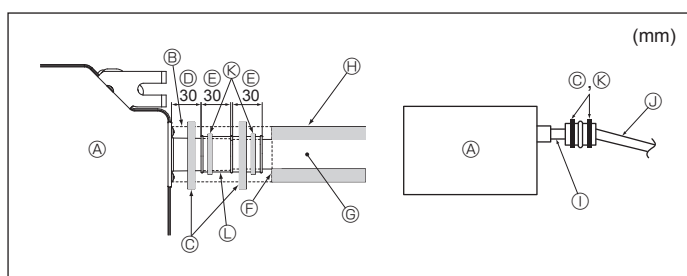

Fig. 6-2
- Συνδέστε τον ακροσύνδεσμο αποστράγγισης (παρέχεται με τη μονάδα) στο άνοιγμα αποστράγγισης. (Fig. 6-2)